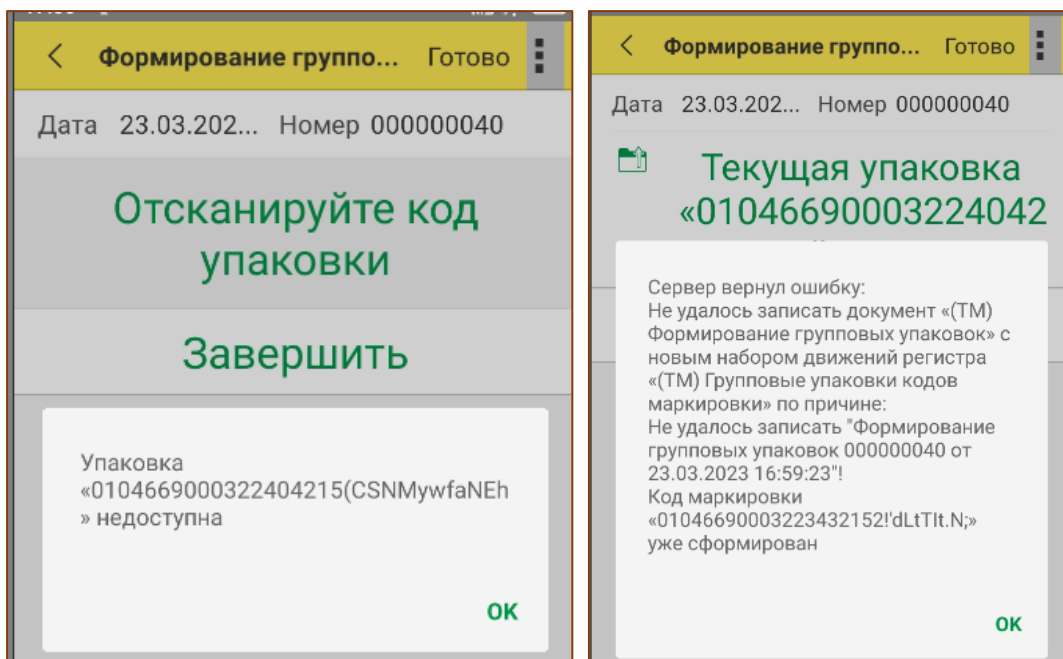

Рис. 8.14 – Сканирование КМ, вложенного в другую упаковку
- При попытке сканирования КИГУ или КМ, находящегося в упаковке, программа выдаст ошибку (Рис. 8.14).